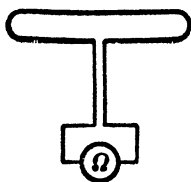

Рис. 79. Схема определения отсутствия обрыва в снижении петлевой антенны.
Рис. 80. Для определения исправности снижения полуволновой антенны с изолированными вибраторами по схеме на рис. 79 необходимо включить между вибраторами сопротивление.
**Н.** — Безусловно. Если это петлевой вибратор, то достаточно измерить омметром сопротивление между концами снижения (рис. 79), так как снижение и петлевой вибратор образуют непрерывную электрическую цепь.